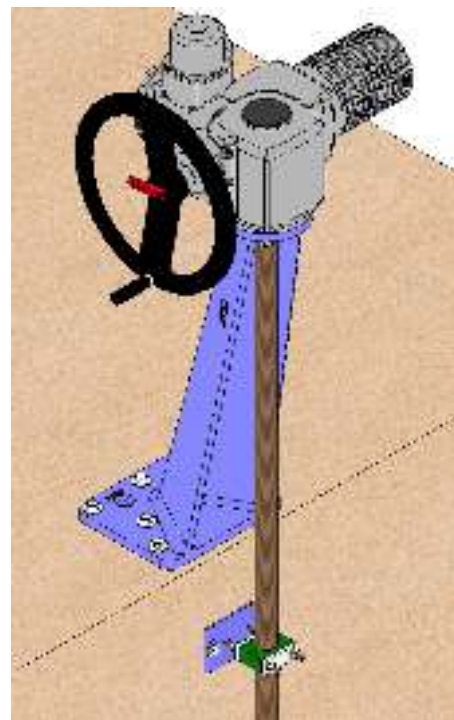

fig. 12
- Posibilidad de columna inclinada (fig. 12).